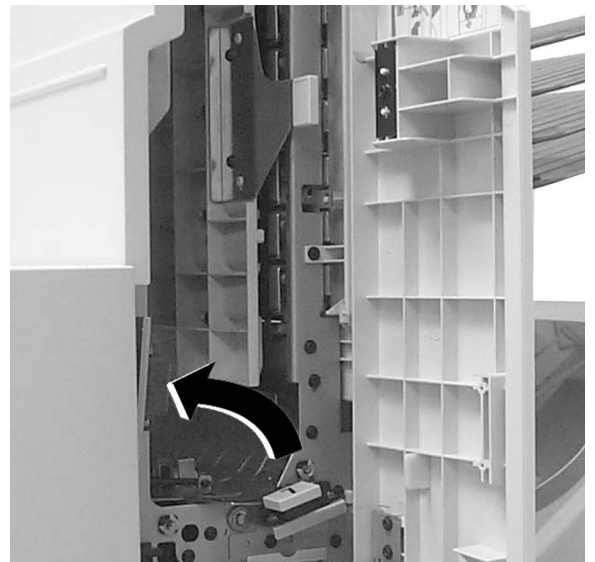

Figura 14: Levantar a Pega 7
- 2** Levante a Pega 7 até que encaixe no devido lugar (Figura 14).